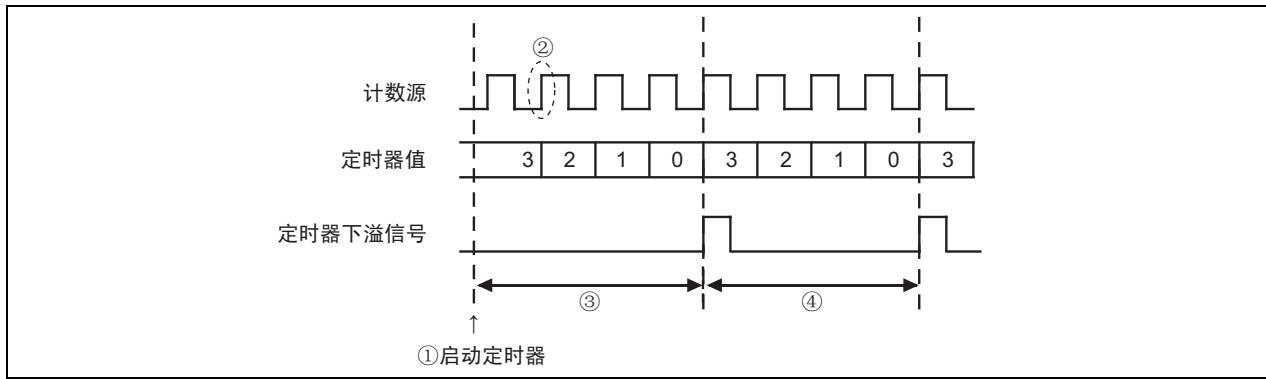

图 FB-3 定时器的计数开始时序和开始运行时的计数时间 (T1、T2)
定时器 1、定时器 2 在开始运行 (图 FB-3①) 后，从计数源下降后的上升沿 (图 FB-3②) 开始计数。
根据定时器和计数源的运行开始时序，开始计数后到最初下溢的时间 (图 FB-3③) 和以后下溢的时间 (图 FB-3
④) 不同。